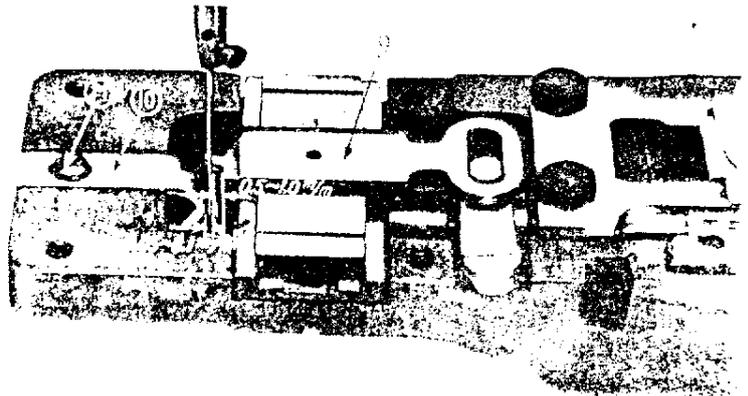

Fig. 16
POUR PREVENIR TOUT RISQUE DE DEPLACEMENT PENDANT LE REGLAGE, SERRER LEGEREMENT UNE DES VIS SUR LE COTE DE LA CAME ET DU MANCHON (6). DESSERER LA VIS (5) TOURNER LA CAME DU DOIGT DE POSITIONNEMENT (ARRIERE) ET A LA POSITION LA PLUS AVANCEE DU DOIGT - FIG. 16 (9) PRODUISE UN ESPACE DE 0.5 A 1.0MM ENTRE L'AIGUILLE ET LE BORD DU DOIGT DE POSITIONNEMENT.
(III) VERIFICATION DES POSITIONS AVANT ET ARRIERE DES CAMES DU DOIGT DE POSITIONNEMENT DE BOUCLE. S'ASSURER QUE LA LA HAUTEUR DU DOIGT - FIG 16 (9) A LA POSITION OU IL COMMENCE A SE DEPLACER DE LA DROITE VERS LA GAUCHE (FACE A LA MACHINE) EST D'ENVIRON 55 A 58MM DEPUIS LE POINT SUPERIEUR DU GUIDE AIGUILLE SUPERIEUR AU POINT SUPERIEUR DE LA BARRA A AIGUILLE. SI LA HAUTEUR EST INSUFFISANTE, CELA POURRA CONDUIRE A DES CASSES D'AIGUILLE.
15. POSITION DU GARDE AIGUILLE - FIG. 16